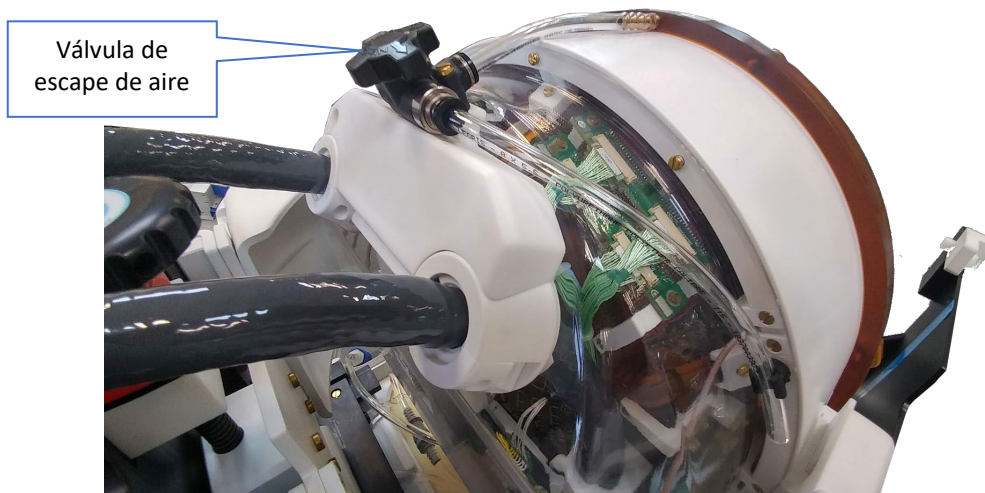

Figura 12-11: Válvula de escape de aire (abierta)
- Paso 16. Abra la válvula situada en la parte superior del transductor para permitir que haya flujo de aire mientras la interfaz del transductor esté llena de agua. Consulte la **Figura 12-11**